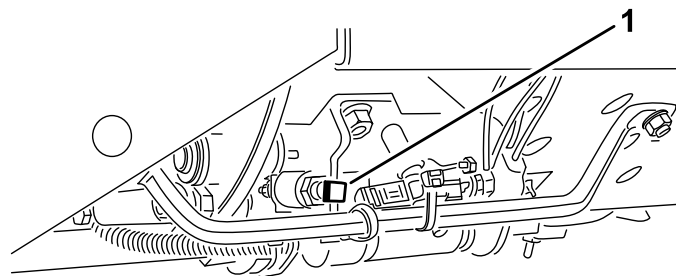

Figura 25
**Importante:** La velocidad de siega se ajusta en fábrica a 6 mph (9.7 km/h). Puede aumentar o reducir la velocidad de siega ajustando el tornillo de tope de velocidad (Figura 25).